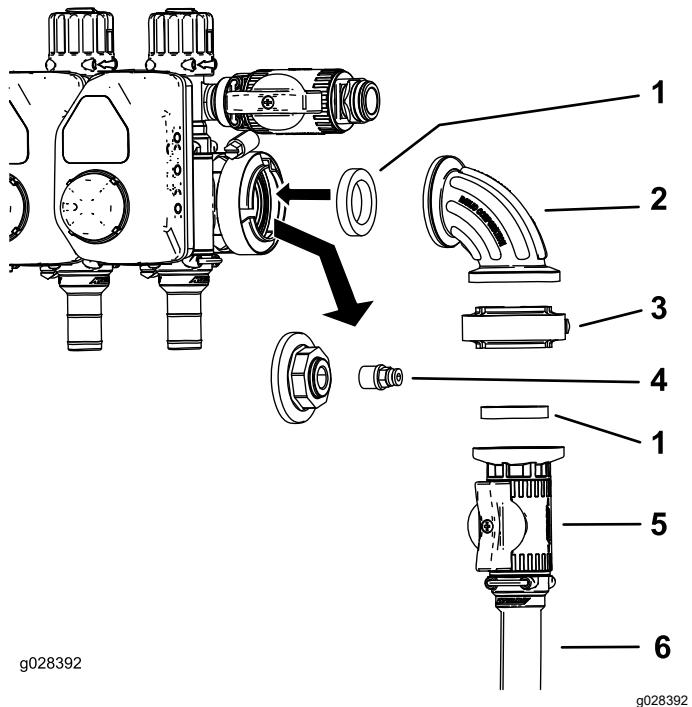

Figura 13
8. Scollegare il tappo e l'accoppiatore dall'apertura dell'indicatore di pressione (Figura 13).
9. Montate il gruppo valvola di regolazione come illustrato nella Figura 13.
10. Montate l'accoppiatore nel foro aperto del raccordo a 90 gradi (Figura 13).